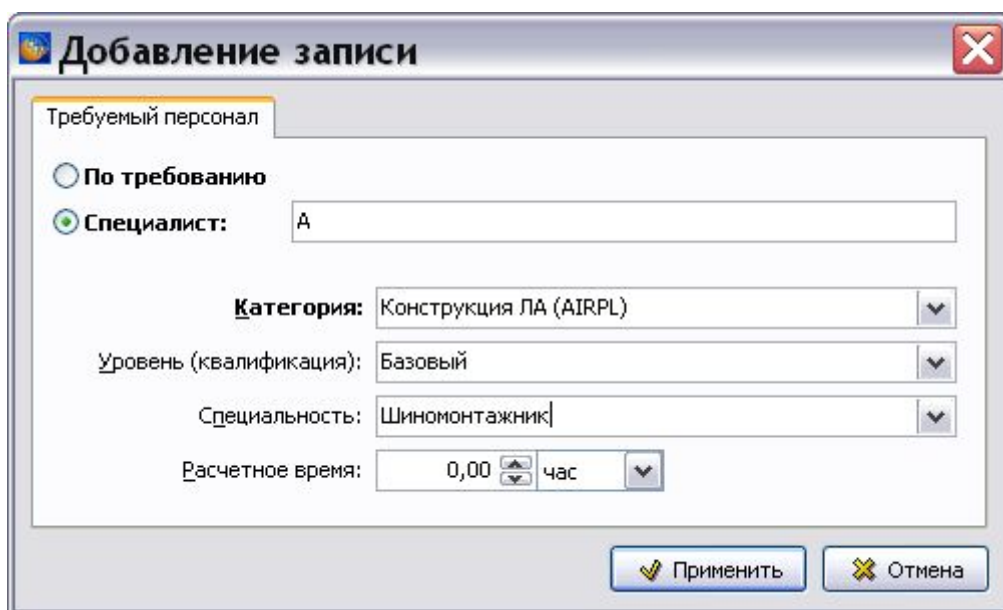

Рис. 6.25
1. Нажмите на кнопку **Добавить**  и в появившемся окне **Добавление записи** введите сведения о персонале (Рис. 6.25).